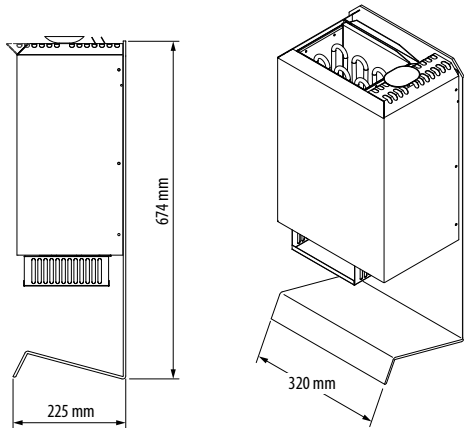

**Abb. 4**
4. Den Saunaofen durch Anziehen der Sicherungsschraube sichern (Abb. 4).